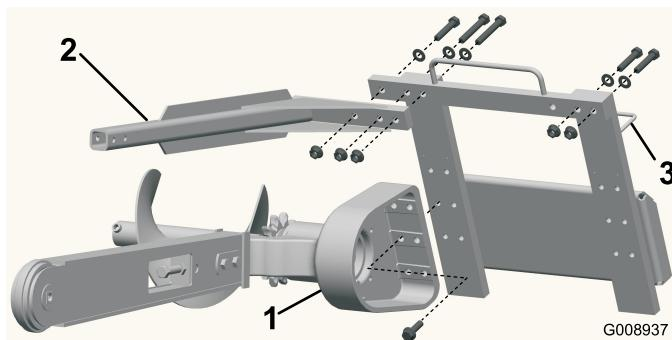

Figura 7
2. Rimuovete i sei bulloni che fissano la testa dello scavafossi al telaio (Figura 7).
4. Fissate la testa sul telaio utilizzando i sei bulloni precedentemente rimossi (Figura 7).
6. Rimuovete i tre bulloni, le rondelle e i dadi flangiati dalla barra di sicurezza ed estraete la barra (Figura 7).
7. Rimuovete i due bulloni corti, le rondelle e i dadi flangiati che fissano il lato destro del telaio superiore e portateli nei fori corrispondenti sul lato sinistro (Figura 7).
8. Montate la barra di sicurezza sulla catena dello scavafossi utilizzando i tre bulloni, le rondelle e i dadi flangiati precedentemente rimossi (Figura 7).
10. Spostate i tubi dalla rispettiva guida posta sull'estremità dello scavafossi portandoli sulla guida dei tubi del lato sinistro (Figura 7).